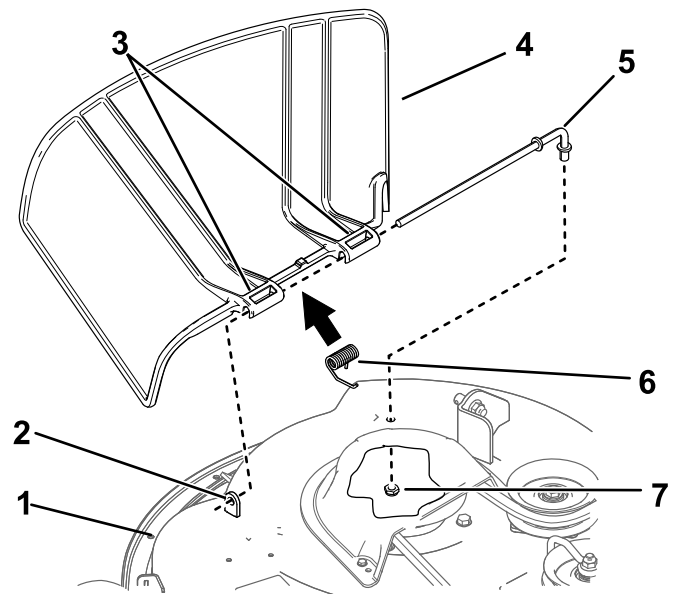

Figure 66
1. Retirez l'écrou (3/8 po) de la tige, sous le tablier de coupe (Figure 66).
2. Sortez la tige de la courte cheville de positionnement, du ressort et du déflecteur d'herbe (Figure 66).
4. Montez le nouveau déflecteur d'herbe (Figure 66).
7. Insérez la tige dans le deuxième support du déflecteur d'herbe (Figure 66).
9. Fixez l'extrémité arrière de la tige dans le tablier de coupe à l'aide d'un écrou (3/8 po), comme montré à la Figure 66.